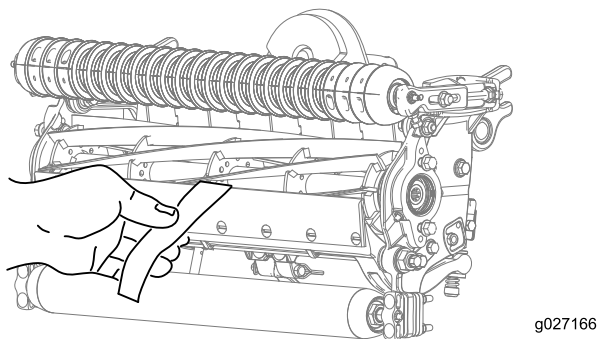

Figura 10
- Pruebe el rendimiento de corte insertando una tira larga de papel de prueba del rendimiento de corte (Pieza Toro N° 125-5610) entre el molinete y la contracuchilla, perpendicular a la contracuchilla (Figura 10). Gire el molinete **lentamente** hacia adelante; debe cortar el papel.